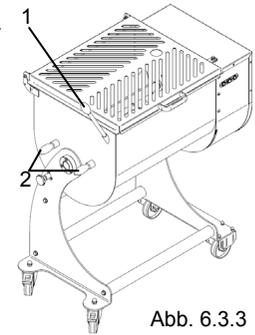
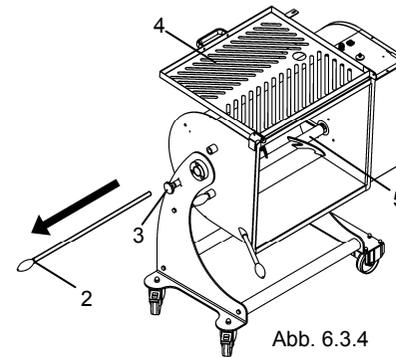

Abb. 6.3.3
Abb. 6.3.4
- Den Handgriff der Umkippstange erfassen und die Wanne waagrecht halten „1“ Abb. 6.3.3.
- Die Bolzen der Schaufeln loslösen und abziehen „2“ Abb. 6.3.3 und „2“ Abb. 6.3.4
- Den Fixier-Kugelgriff der Wanne im Gegenuhrzeigersinn drehen „3“ Abb. 6.3.4
- Nach Auslösen kann die Wanne gedreht werden, dazu die Umkippstange ziehen „1“ Abb. 6.3.3.
- Schutzgitter öffnen „4“ Abb. 6.3.4, dann die Schaufeln abnehmen.
- Die Schaufeln einzeln ergreifen „5“ Abb. 6.3.4 und nach außen ziehen, um sie loszulösen.